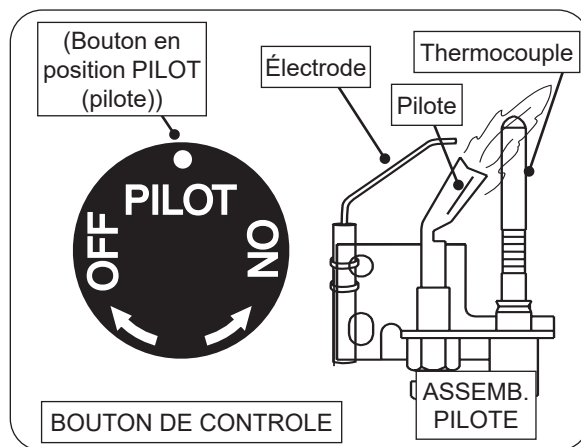

Fig. 51-1 Éclairage pilote
3. Localisez l'assemblage de la veilleuse sur le côté ou à l'arrière du bac du brûleur (voir Fig. 51-1).
4. Tournez le bouton de commande dans le sens antihoraire ↺ sur **PILOT** (pilote). Appuyez **fermement et complètement** sur le bouton de commande et maintenez-le enfoncé. Appuyez plusieurs fois sur le bouton de l'allumeur piézo jusqu'à ce que la veilleuse s'allume. Continuez à maintenir le bouton enfoncé pendant environ une (1) minute après l'allumage de la veilleuse. Relâchez le bouton et il ressortira. La veilleuse restera allumée. Voir la Fig. 51-1. S'il s'éteint, répétez les étapes 2 à 4.